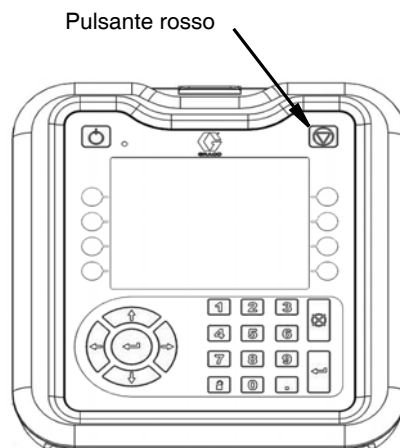

FIG. 19
3. Disattivare l'ADM premendo il pulsante rosso in alto a destra. Vedere FIG. 19.